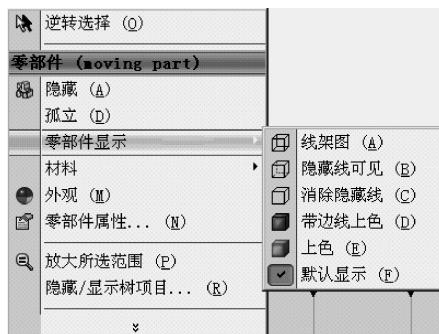

图 9-20 【零部件】快捷菜单
- 3) 【零部件显示】：更改零部件的显示方式，如图 9-20 所示。